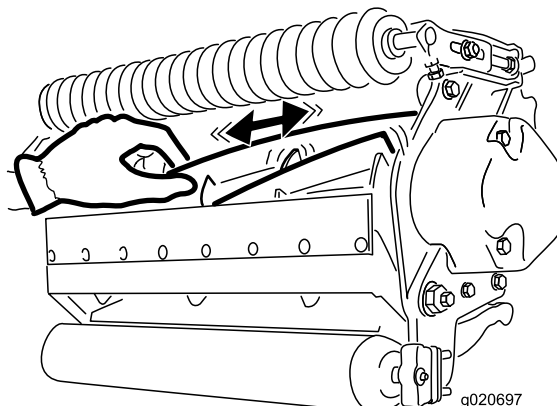

Figure 26
2. Tenez la lame du cylindre avec un gant épais ou un chiffon et essayez de déplacer le cylindre latéralement (Figure 26).